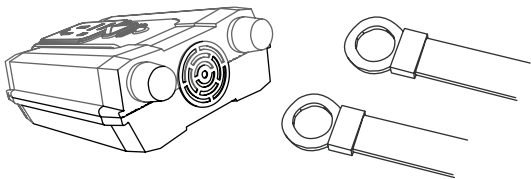

Figura 2 Conectar el invertidor y DC Cable
1. Enchufe el DC cable al DC cable porte en el XR400 / XR750. Observe polaridad correcta. Vea figura 2.